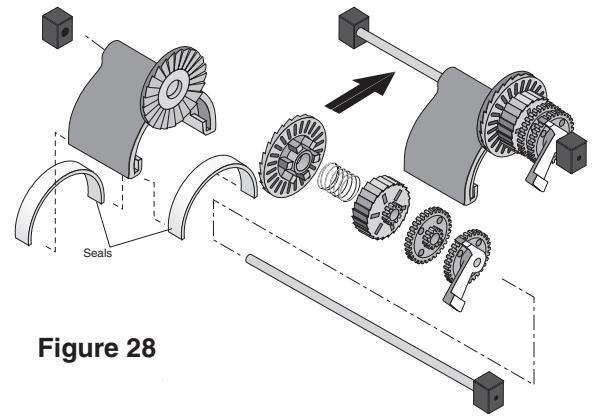

Figure 28
2. Poser l'oscillateur sur l'arbre long à pignons. Poser le pignon à cliquet sur l'arbre de façon à ce que sa denture s'engrène avec le cliquet de l'oscillateur. Reposer le ressort, le tambour à cliquet, les pignons (le plus grand en premier) puis la came (le côté pignons en premier) sur l'arbre (**Figure 28**). Pendant qu'on les installe, immobiliser les pignons sur l'arbre, puis comprimer le ressort de l'embrayage de façon à permettre à l'ensemble de glisser en place entre les axes (**Figure 28**).